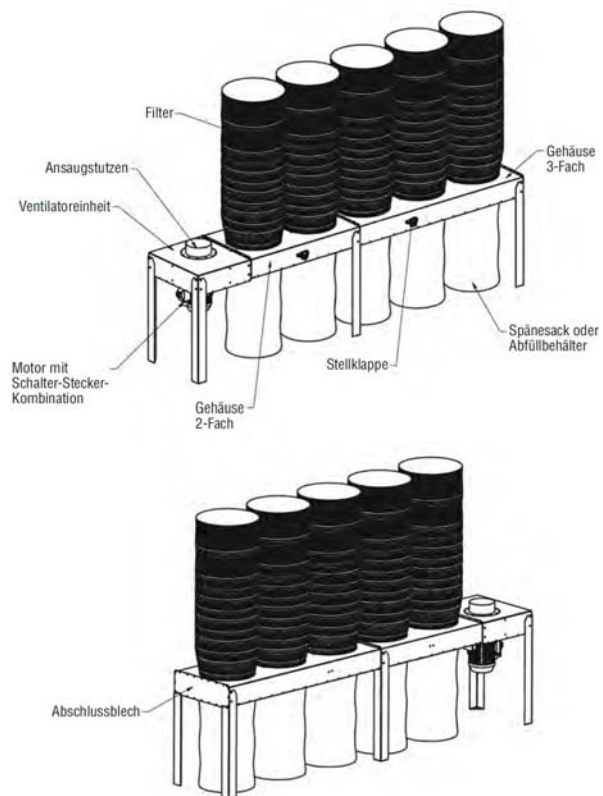

Abb. 3: Absauganlage ASA - AFB Serie
Schritt 2: Filterhalterarm am Modulgehäuse befestigen (Bild 3).